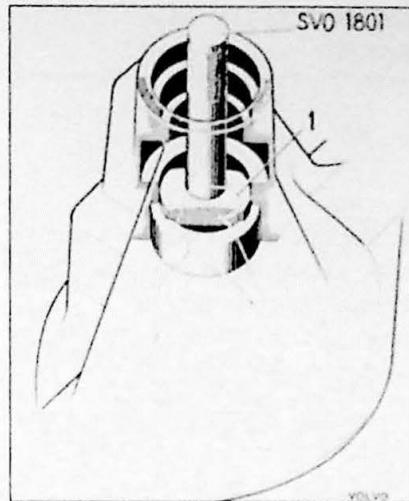

Fig. 9.17. Demontage van de achterste pignonlagerring. 1. demontagewerktuig voor type 23 (SVO 2690), type 27, 30 (SVO 2598), type 31 (SVO 2843)
9. Drijf indien nodig de buitenring van het achterste lager uit (Fig. 9.17). Gebruik speciaal werktuig SVO 1801 en SVO 2690 voor achterassen van type 23; SVO 2598 voor type 27 en 30; SVO 2843 voor type 31.